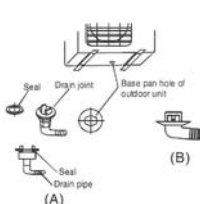

Fig. 15
For afløb med tætningsring (Fig. 15 (A)) sættes først tætningsringen på afløbsstudsden og dernæst placeres samlingen i afløbsbakkens hul på den udendørs enhed. Strammes ved at dreje 90 grader. For at montere afløbet som vist på Fig. 15 (B) placeres samlingen i afløbsbakkens hul på den udendørs enhed, indtil den går på plads med et klik. Der monteres en forlængerslange (medfølger ikke) på afløbssamlingen, hvis der opstår kondensvand under varmedrift.